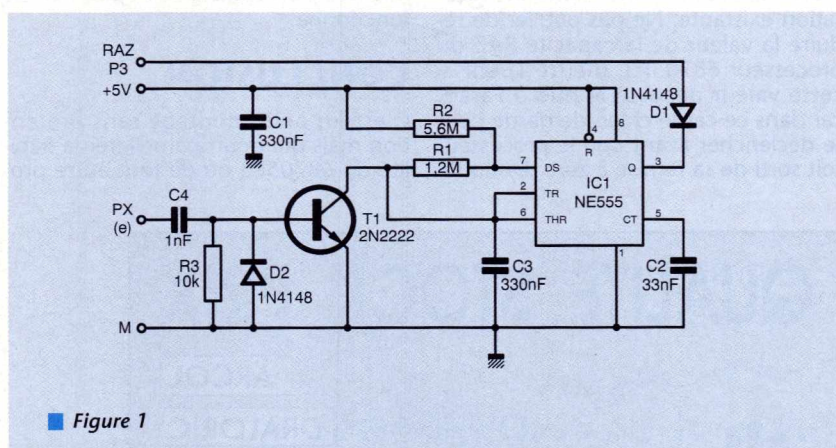
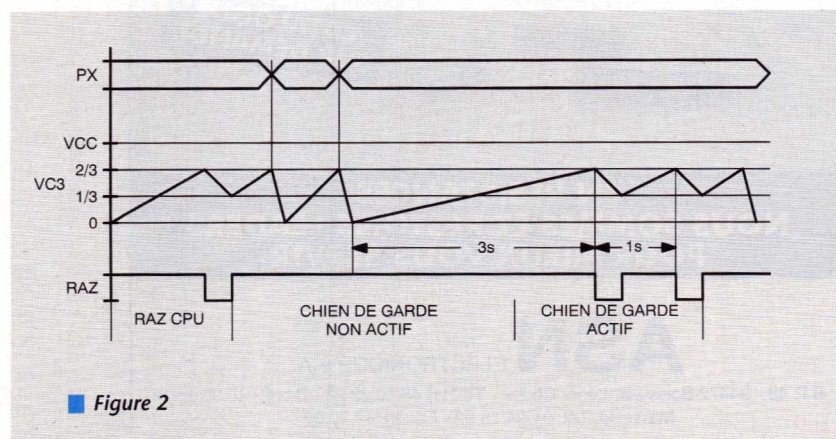

Figure 1
Figure 2
Pour pouvoir être facilement intégré dans une réalisation déjà existante, il a été étudié pour être le plus compact possible. Le montage est réalisé autour du circuit NE555 qui est monté en oscillateur (figure 1). La sortie RAZ doit être reliée à la patte RAZ du 68705P3, on doit alimenter le circuit et enfin faire un branchement de l'entrée E sur un point stratégique du circuit, s'il existe !, nous y reviendrons. A la mise sous tension la capacité de remise à zéro du monochip est déchargée, elle assure donc la RAZ du processeur. Sur la platine chien de garde, la capacité C3 est aussi déchargée, le chien de garde est inactif. Il restera dans cet état tant que la tension aux bornes de C3 sera inférieure au 2/3 de VCC (figure 2). Le transistor T1 décharge C3 à chaque front montant reçu sur E, c'est
■ Figure 1 : schéma du thermostat.